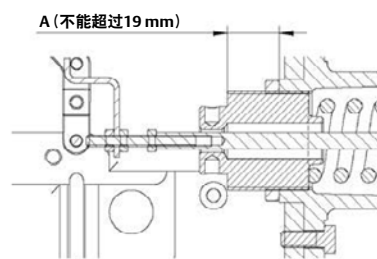

图11.
4. 调节螺母旋出弹簧罩的长度A不应超过19mm，否则，切断阀切断后不能用手柄实现上扣，见图11。